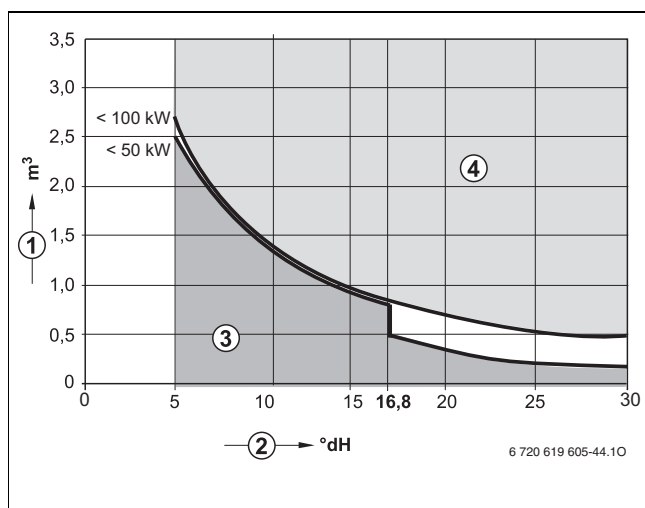

Bild 8 Anforderungen an Füllwasser für Einzelgeräte bis 100 kW
- Ausschließlich unbehandeltes Leitungswasser verwenden (Diagramm in Bild 8 dabei berücksichtigen).
Zur Überprüfung der zugelassenen Wassermengen in Abhängigkeit der Füllwasserqualität dient das Diagramm in Bild 8.
- Wenn die tatsächlich benötigte Füllwassermenge größer ist als das Wasservolumen über die Lebensdauer (→ Bild 8), ist eine Wasserbehandlung erforderlich. Dabei nur durch Buderus freigegebene Chemikalien, Wasseraufbereitungsmittel o. Ä. einsetzen.